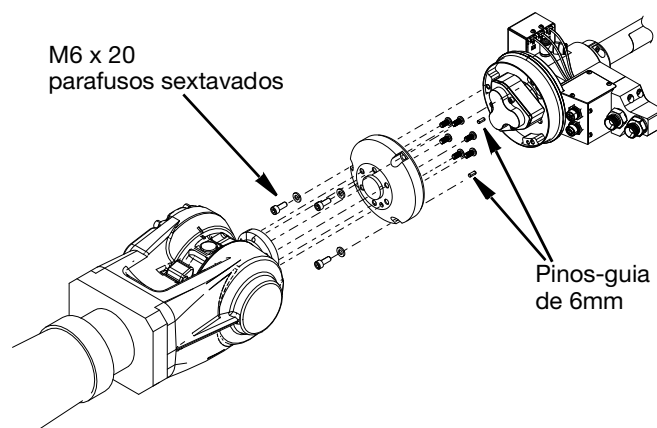

FIG. 2
2. A flange de montagem é então fixada ao corpo da Pistola 3D de Comutação com três parafusos sextavados M6x20. Apertar para 98,2 pol-lbs (11,1 N•m) É importante garantir que os pinos-guia de 6mm fornecidos com o kit sejam inseridos nas posições corretas. Consulte a FIG. 2.